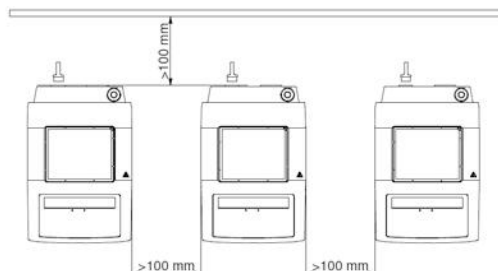

Fig. 2
- Rispettare le distanze minime tra gli apparecchi, tra l'apparecchio e la parete e al di sopra della struttura (min. 800mm), (vedere fig. 2).